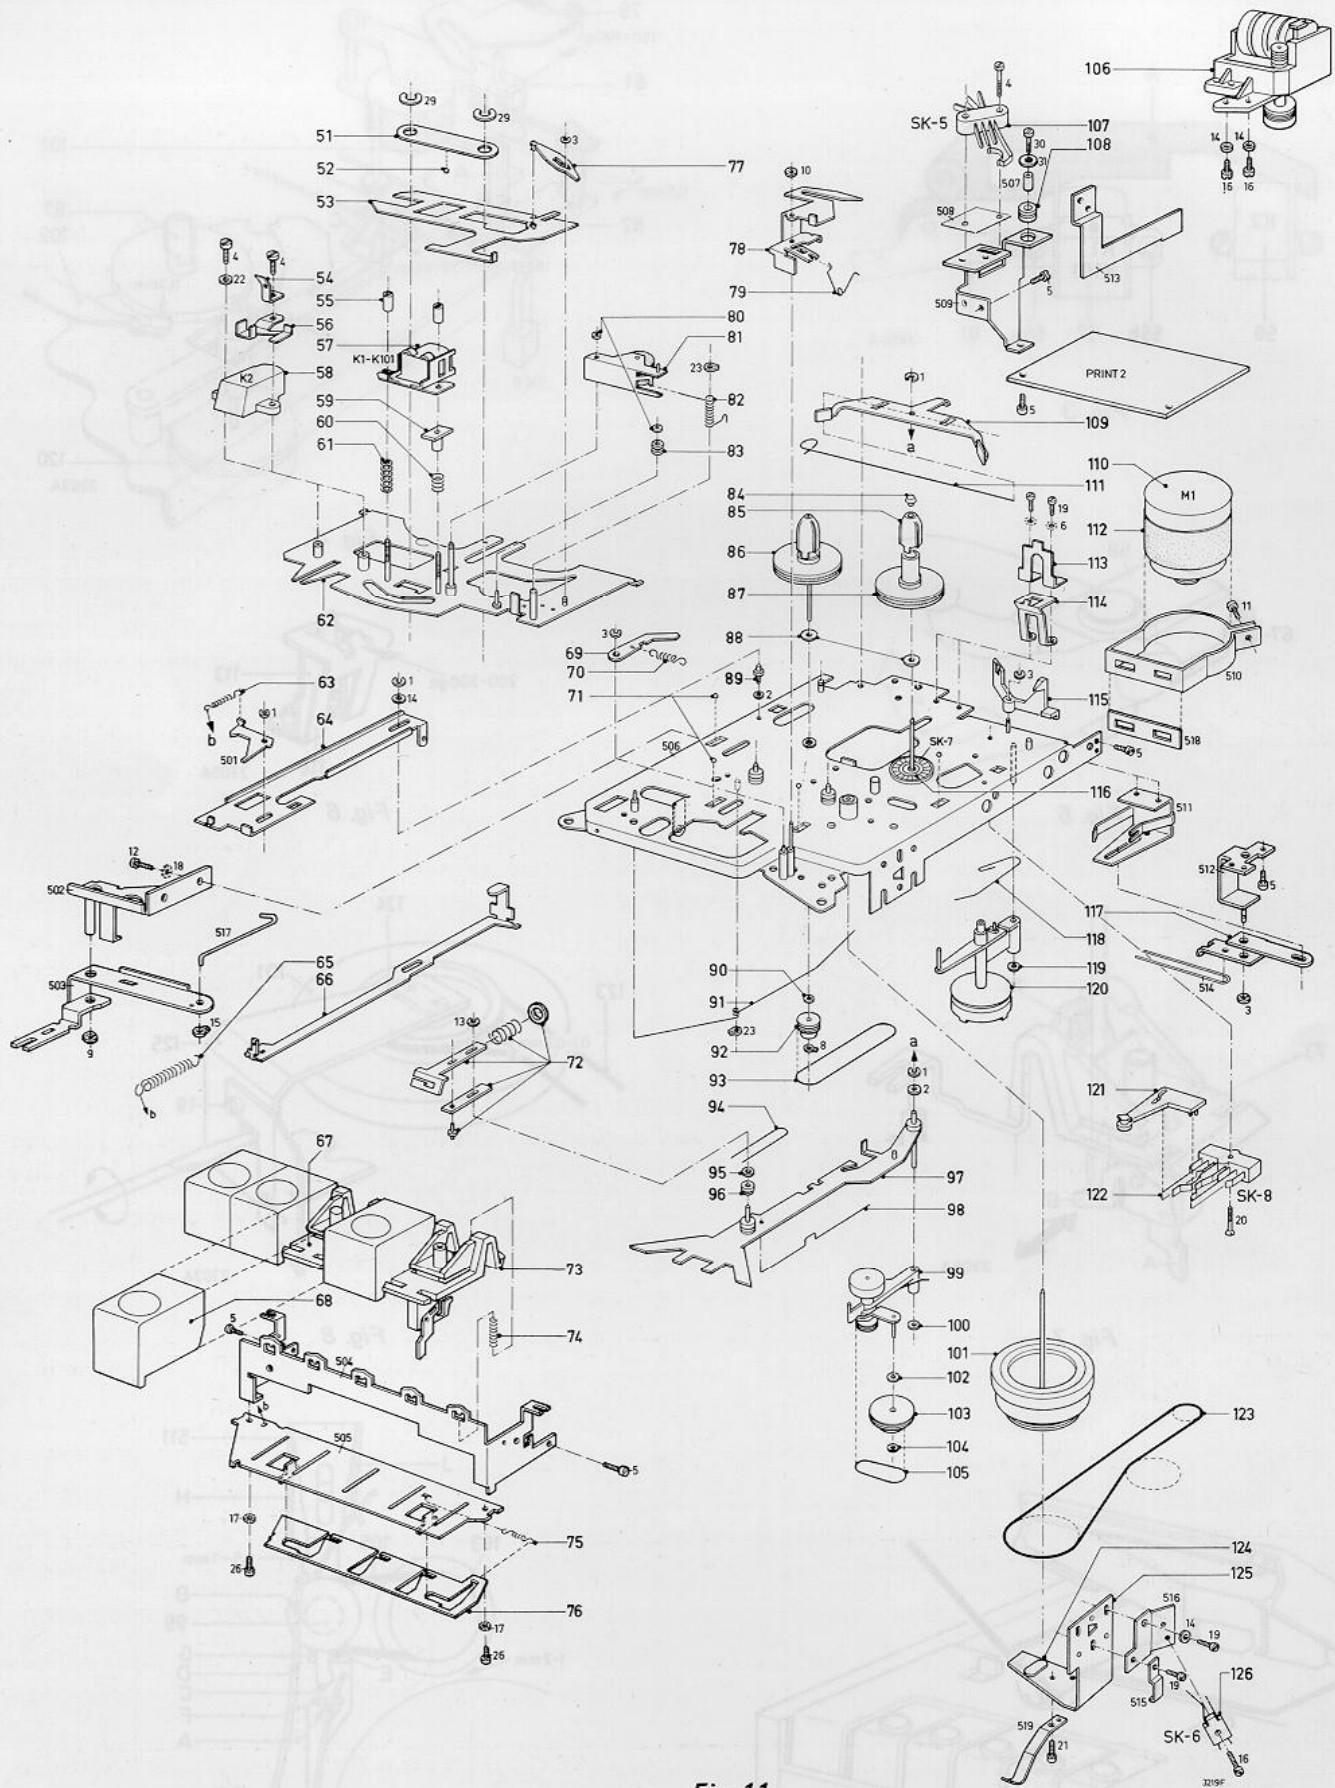

Fig. 11
C. Vliegwiel 101 en opspoelfrikatie 120 (fig. 11)
D. Druktoetsen 67 en 73 (fig. 11)
E. Vervangen van de rechterspoelschotel 87 (fig. 11)
F. Vervangen van de linkerspoelschotel 86 (fig. 11)
G. Vervangen van de collector SK7 (pos. 116 Fig. 11)
LIJST VAN MECHANISCHE ONDERDELEN (fig. 11)